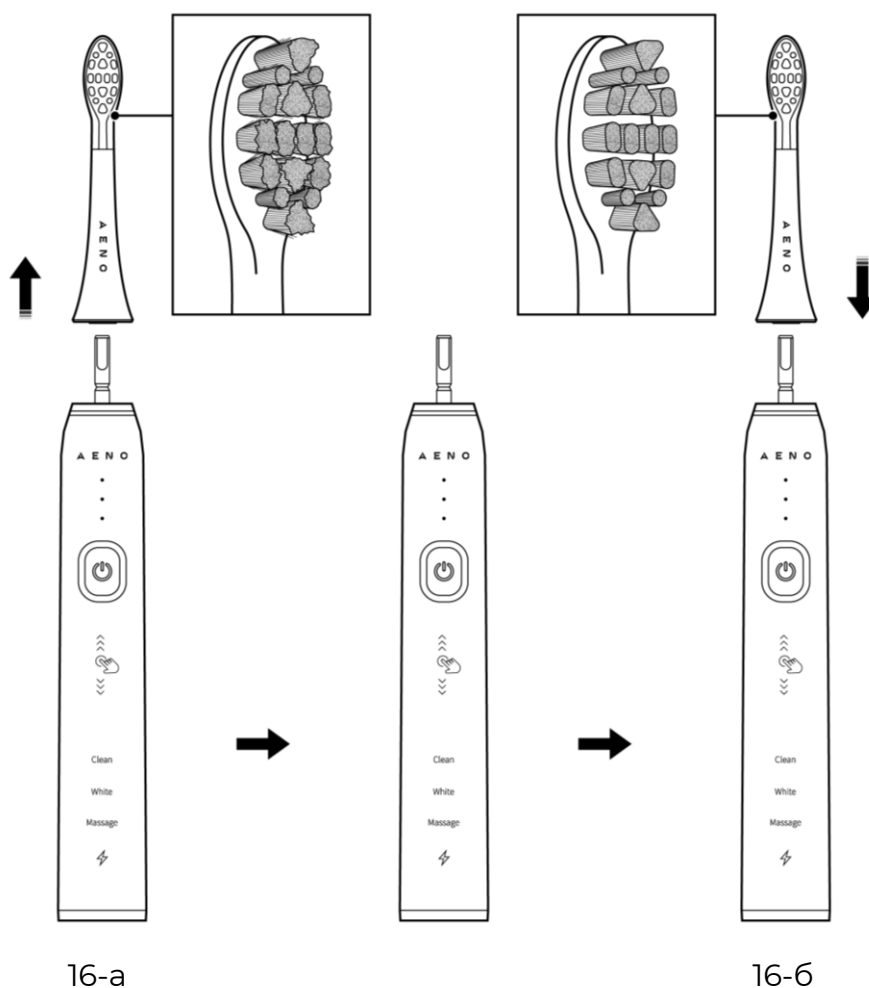

Рисунок 16 – Замена насадок
1. Снимите изношенную насадку, потянув ее вверх (см. рисунок 16-а). Не прилагайте излишних усилий.
3. Не прилагая излишних усилий, установите новую сменную насадку на ручку зубной щетки до упора (см. рисунок 16-б).